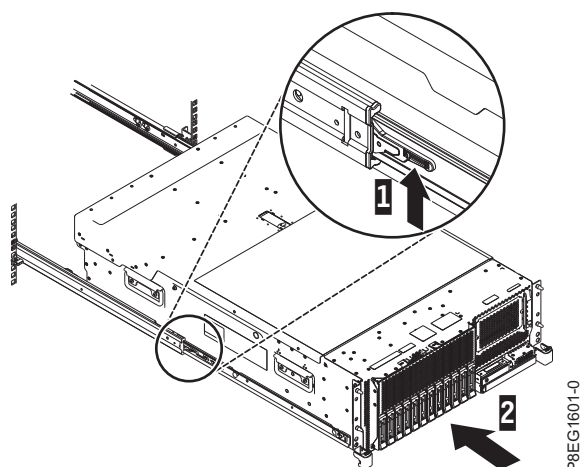

Figure 8. Taquets de déverrouillage et serveur
3. Levez les taquets de déverrouillage bleus (1) sur les glissières latérales et poussez entièrement le serveur (2) dans l'armoire jusqu'à ce qu'il s'emboîte. Pour plus de détails, voir figure 8.